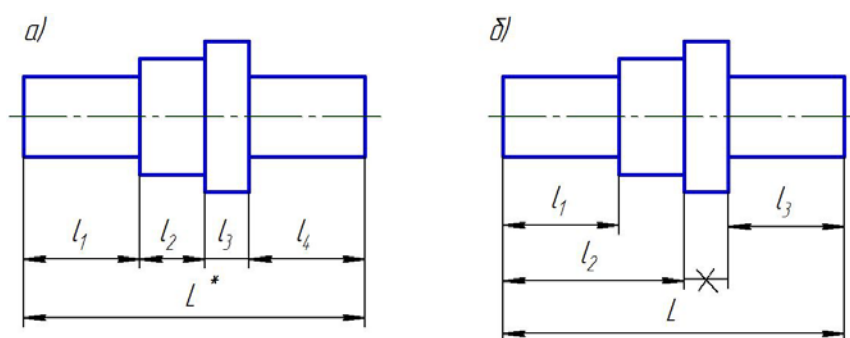

Рис. 2.14. Цепной и базовый метод простановки размеров
- **Цепной** (размерная цепь) – каждый последующий размер отсчитывается от предыдущего (рис. 2.14 а).
- **Базовый** – каждый размер отсчитывается от одной или нескольких выбранных баз (рис. 2.14 б).